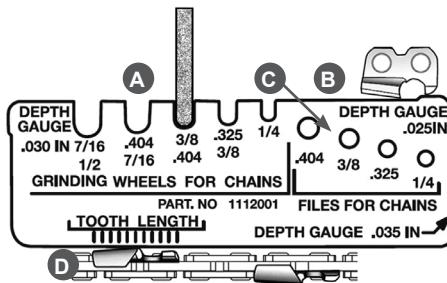

Рис. 23 Использование шаблона
1. Проверка профиля заточного диска («GRINDING WHEELS FOR CHAINS») (Рис. 23 п. А). На шаблоне также нанесена информация, для заточки пильных цепей с каким шагом может использоваться проверяемый заточенный диск.
2. Проверка глубины резания («DEPTH GAUGE») (Рис. 23 п. В). Данный шаблон может использоваться при следующих значениях глубины резания пильной цепи:
3. Подбор диаметра круглого напильника для ручной заточки пильных цепей с разным шагом («FILES FOR CHAINS») (Рис. 23 п. С).
4. Определение длины верхней грани режущего зуба («TOOTH LENGTH») (Рис. 23 п. D). Цена деления данной измерительной шкалы – 2 мм.